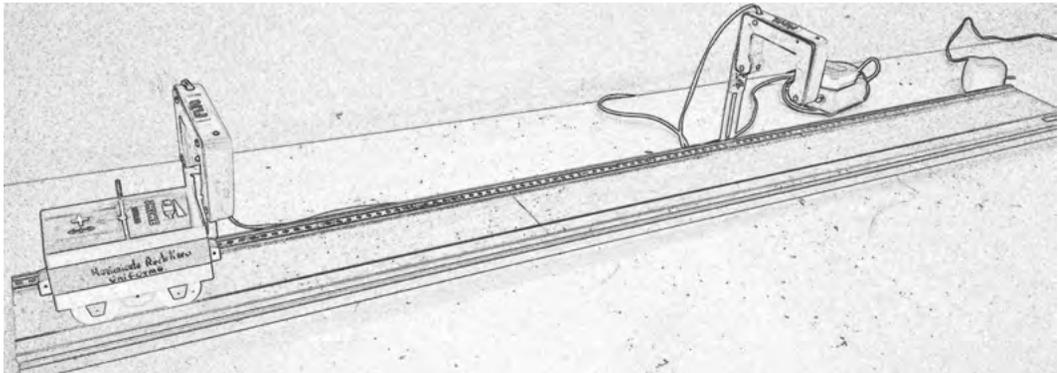

Figura 4.1 Montaje Movimiento Rectilíneo Uniforme
1. Sitúe las barreras ópticas en la forma que se describe en la figura 4.1. Conecte el contador digital.